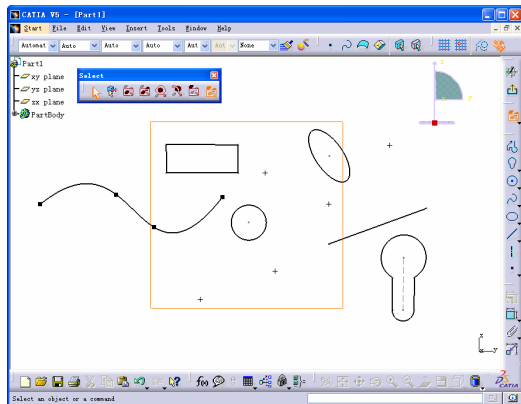
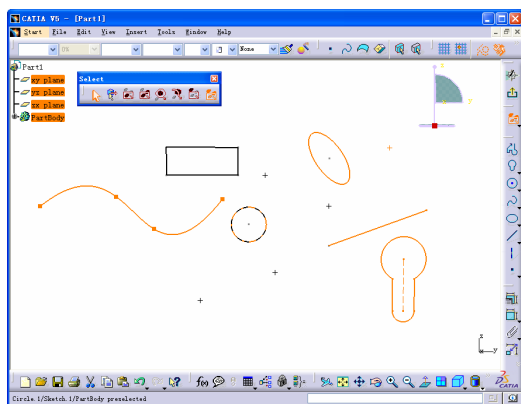

图 1-42
图 1-43
**Outside Intersecting Rectangle Selection Trap** 为包含相交的矩形外套索工具。框选方法同上，如图 1-42 所示，则在矩形外及与矩形框相交的元素被选中，如图 1-43 所示。